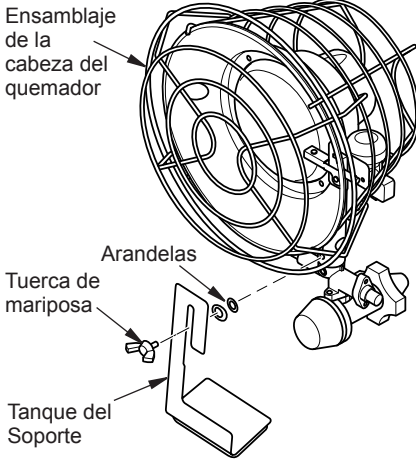

Figura 1 - Colocación de unidad del quemador individual para el soporte del tanque
- quemador. Utilice la tuerca de mariposa y las arandelas para fijar el soporte del tanque a la unidad del quemador, como se muestra en la figura 1.